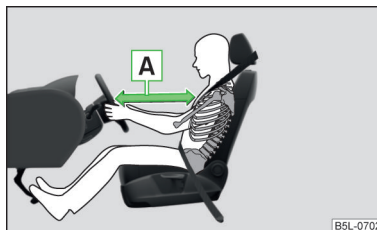

Fig. 8
- Para o condutor e o passageiro dianteiro é importante manter uma distância de pelo menos 25 cm do volante ou no painel de comando » Fig. 8 - A. Se não respeitar essa distância, o sistema de airbags não lhe pode proteger - perigo de vida! Além disso, os bancos dianteiros devem estar sempre ajustados de acordo com a estatura do ocupante.